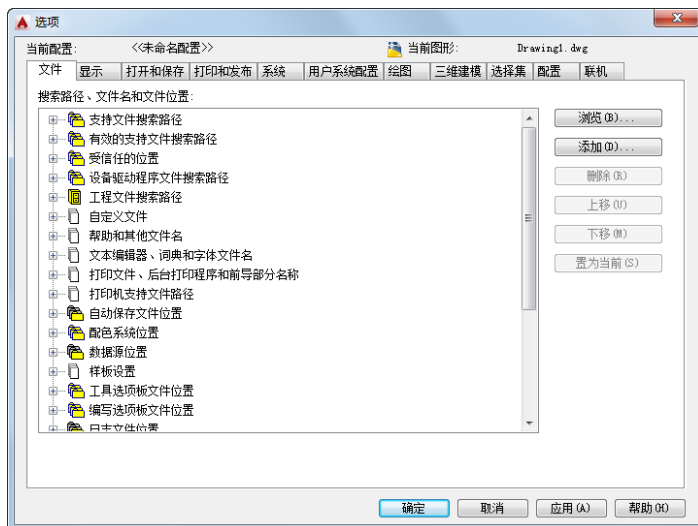

图 1-16 “选项”对话框的“文件”选项卡
(2) 从“工具”→“选项”菜单中选择默认图形样板文件。具体方法是:在“文件”选项卡下,单击标记为“样板设置”的节点,然后选择需要的样板文件路径,如图1-16所示。